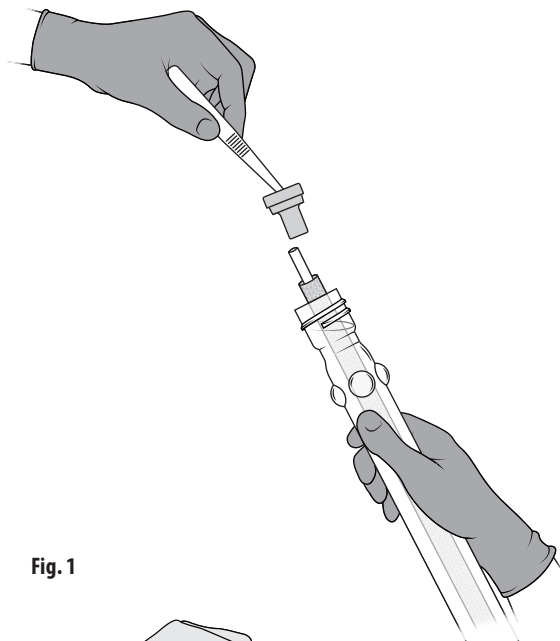

Fig. 1
- Retirar e descartar a tampa. Retirar o vedante com uma pinça e descartar. A pinça também deve ser eliminada, uma vez que passa a ser considerada não esterilizada. Fig. 1.